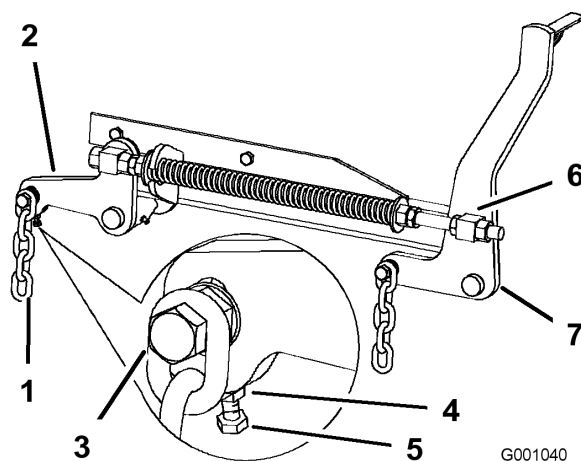

Figure 73
7. Si la distance mesurée au point **B** ou **C** n'est pas correcte, desserrez le boulon de fixation de la chaîne arrière au bras de support arrière (Figure 73).
8. Desserrez l'écrou de blocage sous le bras de support arrière et agissez sur le boulon de réglage de manière à obtenir une distance de 79 à 83 mm (3-1/8 à 3-1/4 po) (Figure 73).
7. Desserrez d'environ 13 mm (1/2 po) les écrous de blocage à l'avant des pivots avant gauche et droit (Figure 73).
8. Réglez les écrous de relevage sur les côtés gauche et droit de la machine de manière à abaisser l'avant de 6 à 10 mm (1/4 à 3/8 po) au point **A** par rapport au point **B** à l'arrière (Figure 73).